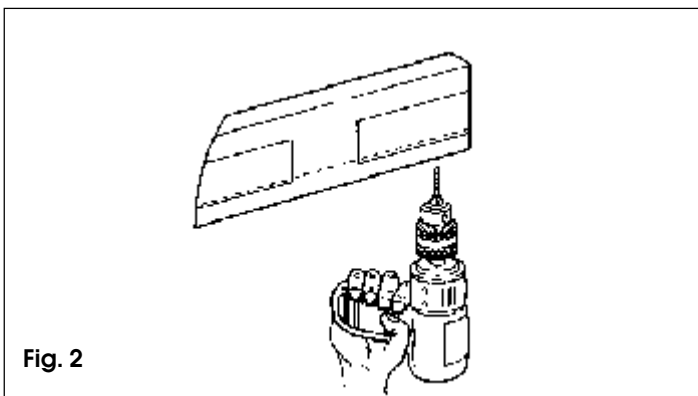

Fig. 2
- 3) Forare con punta $\varnothing 5.5$ mm (fig.2.)
- 3) Drill using a $\varnothing 5.5$ mm bit (fig2).
- 3) Percer avec pointe $\varnothing 5.5$ mm (fig 2)
- 3) Perfore con punta $\varnothing 5.5$ mm (fig2)